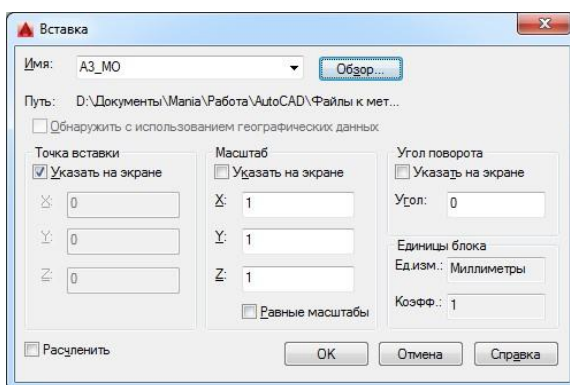

Рис.2. Діалогове вікно Вставка
4.1. Виберіть на панелі інструментів "Блок" на вкладці "Головна" команду Вставка або з меню Вставка □ Блок. Відкриється діалогове вікно Вставка, показане на рис.2. Можна вставляти блок або файл. Блок рамки формату А3 зі штампом міститься у файлі А3_МО.